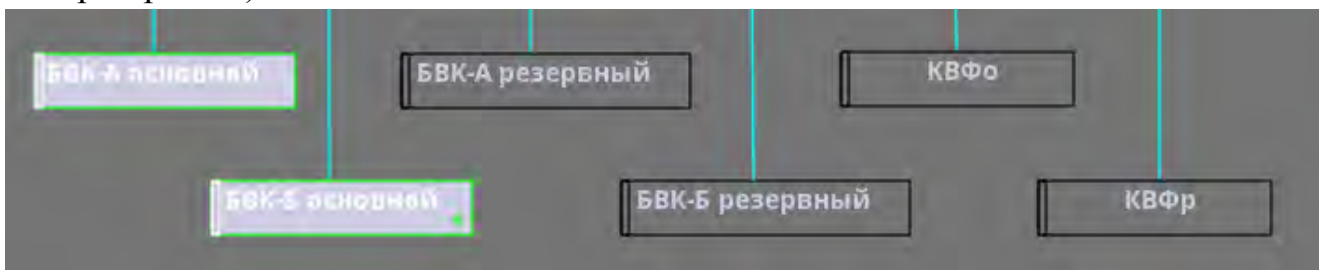

Рисунок 4 Отображение комплектов БВК и КВФ.
7.1.2. Проверить индикацию и адреса комплектов ЦВС (КЛЦ и КВФ) (Рисунок 4).